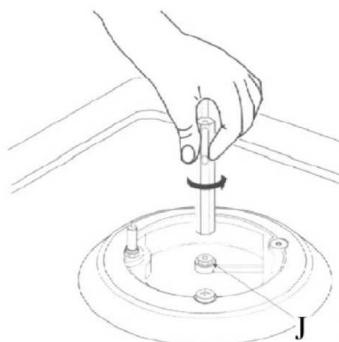

Рис. 7.
- Снимите решетки и крышки горелок с поверхности; См. рис. 7 ниже.
- При помощи торцевого ключа, снимите старый жиклер (J), и замените его на новый жиклер, соответствующего размера.
- затяните регулировочный винт для уменьшения пламени, либо открутите его для увеличения пламени. См. **рис. 7** выше.